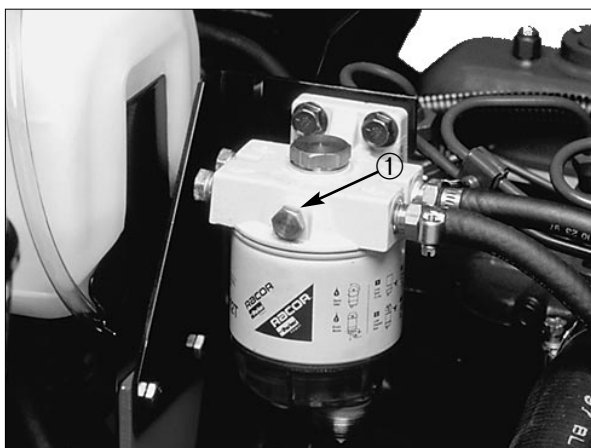

Fig. 15
2. Løsne lufteskruen øverst på drivstoffilteret/vannseparatoren (fig. 15).